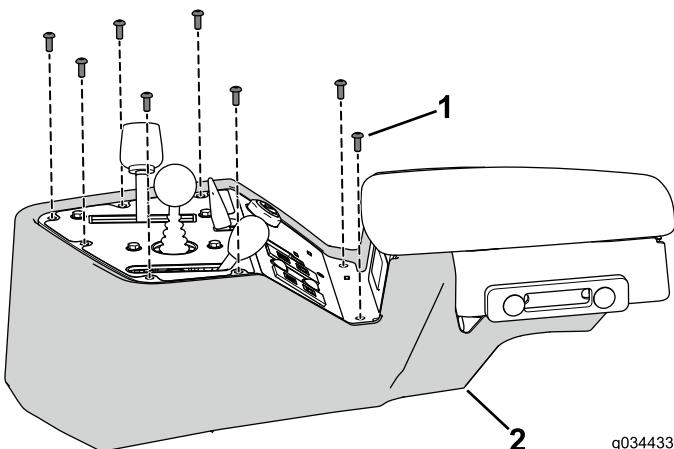

図 32
1. コンソールカバーをコンソールアセンブリに固定する先ほど外したボルト8本を使う図 32。